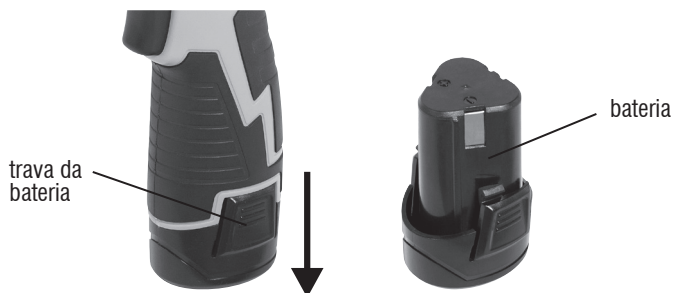

Fig. 2 – Retirando a bateria
2. Para retirar a bateria, pressione a trava e em seguida puxe a bateria conforme mostra a Fig. 2;